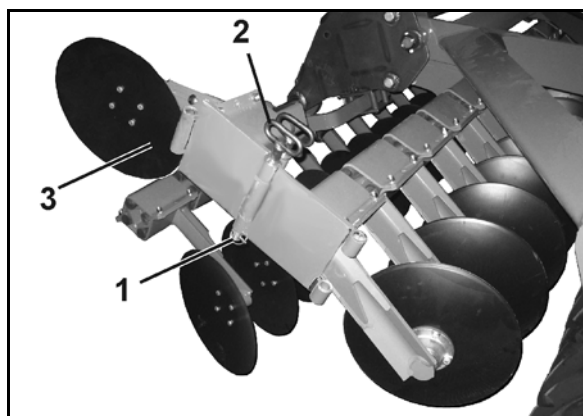

Bild 58
- 2.1 Lossa låssprinten (Bild 58/1).
- 2.2 Dra ut bulten (Bild 58/2).
- 2.3 Sväng in kantallriken (Bild 58/3) och lås med bulten i denna position.